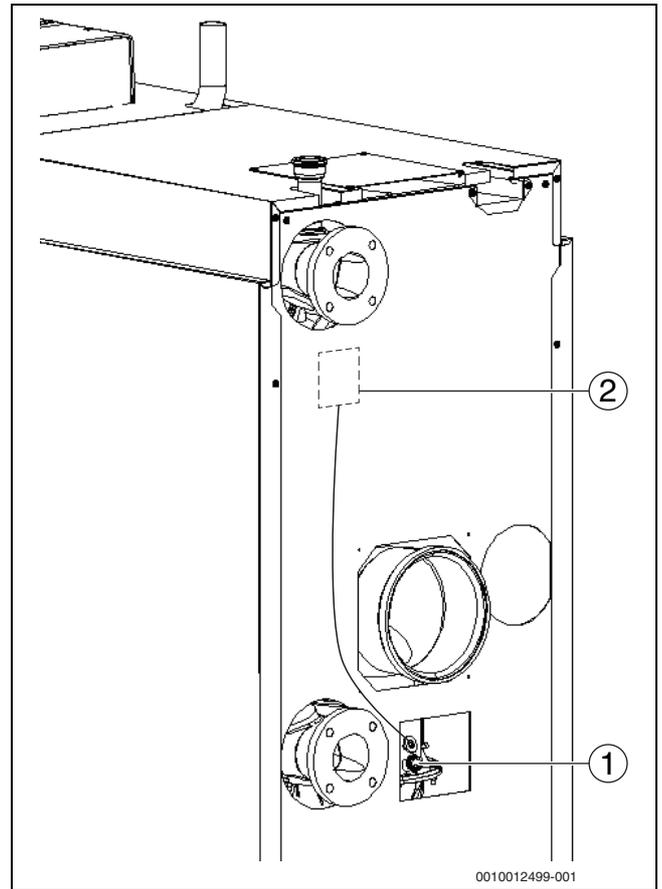

Bild 28 Messwerte aufnehmen (Kesselgröße 150-300 kW)
- ▶ Messfühler durch die Messöffnung (→ Bild 28, Seite 29) im Abgassammler in den Kernstrom halten und CO2-Gehalt kontrollieren.
- ▶ Messfühler durch die Messöffnung (→ Bild 28, Seite 29) im Abgas-rohr in den Kernstrom halten und CO2-Gehalt kontrollieren.
- ▶ Folgende Messungen an der Messstelle im Kesselanschlussstück (→Bild 28 und 29) durchführen und im Inbetriebnahmeprotokoll (→ Kapitel 17.6, Seite 63) eintragen: